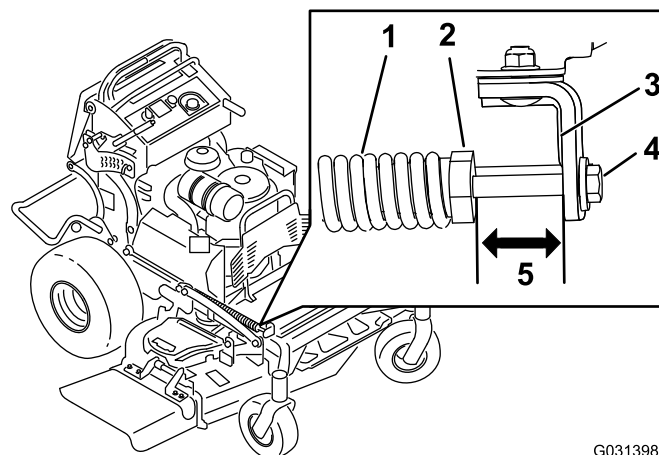

図 85
- スプリングのナットとホイール取り付けブラケット後部との間の距離を測定する 図 85。
- 適正距離は、47-50 mmである 図 85。
- 調整が必要な場合は、ブラケットの前側にある調整ボルトを使用する 図 85。